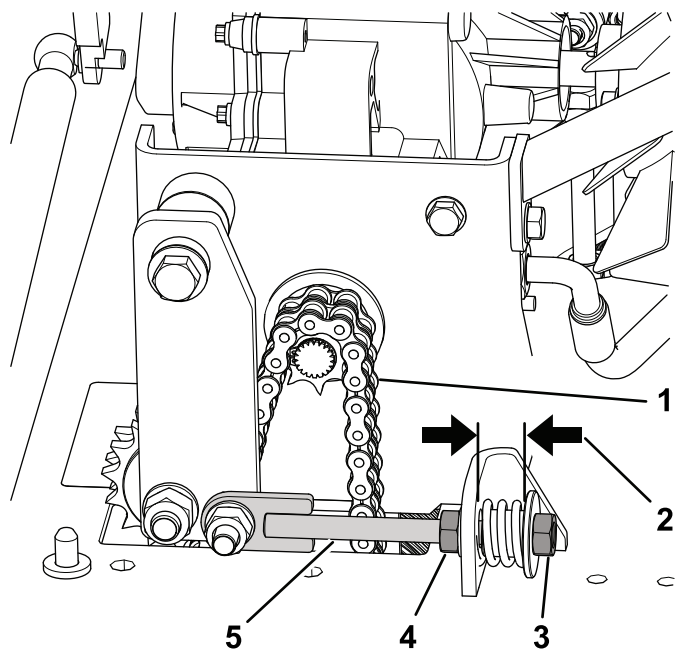

図 36
- テンションロッドのジャムナットをゆるめる **図 36**。
- テンションナットを締めるかゆるめるがして、スペーサと固定ブラケットとの距離が 19 mm になるように調整する **図 36**を参照。